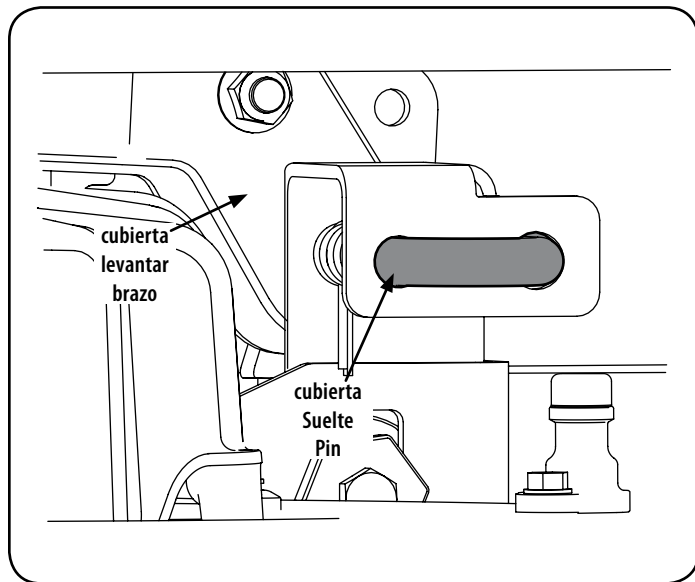

Figura 19
7. Busque la LH y RH clavijas de liberación de la cubierta en cada lado de la cubierta. Tire de los pasadores de liberación hacia fuera y libere la cubierta de la LH y RH brazos de elevación de la plataforma. Ver Figura 19.
4. Tire de los pasadores de liberación de la cubierta hacia el exterior y la maniobra de la cubierta según sea necesario para alinear los orificios de los brazos de elevación de la cubierta con los bolos. Consulte la Figura 19 .